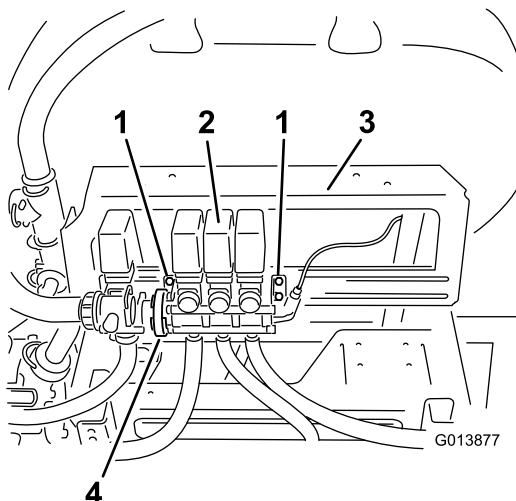

图3
- 旋松将喷洒臂阀门总成紧固到安装架（图3）上的螺栓，但是不要拆下。
- 松开将搅拌阀固定到喷洒臂阀门总成（图3）上的现有蜗杆夹。